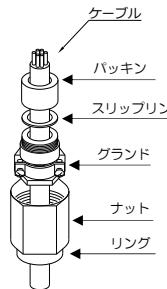

図7
③ケーブルにナット、リング、グランド、スリップリング、およびパッキンの順に通します。(図7)